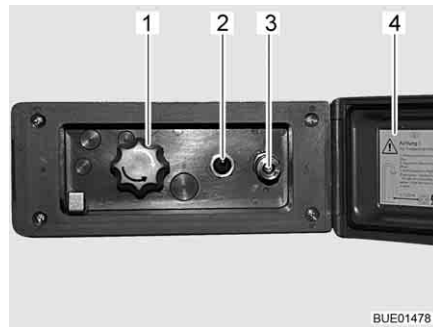

Bild 121 Duschanschluss außen
- Deckel (Bild 121,4) entriegeln und öffnen.
- Schlauch der Außendusche am Schnellverschluss (Bild 121,3) anschließen.
- Wasserpumpe mit Schalter (Bild 121,2) einschalten.
- Wassertemperatur mit Drehknopf (Bild 121,1) nach Wunsch einstellen.
- Wasserpumpe mit Schalter (Bild 121,2) ausschalten.
- Deckel (Bild 121,4) schließen und mit Schlüssel verriegeln.
- Drehknopf (Bild 121,1) auf Mittelstellung stellen.